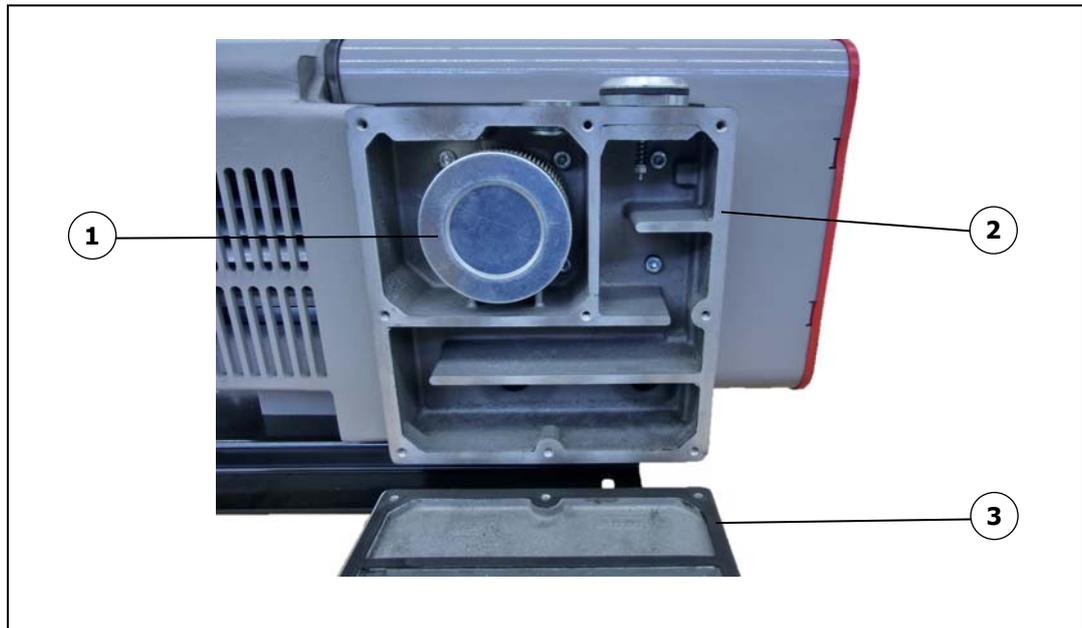

Abb. 6 Filterkastendeckel, Luftfilter
- Filterkastendeckel abschrauben, Abb. 6 Pos. 3,
- Filterpatrone herausnehmen, Abb. 6 Pos. 1,